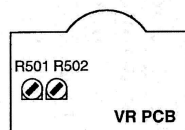

Fig. 2-2
4. Play back the middle portion of the test tape MXT-111 (High Speed)/MTT-111N (Normal Speed), then adjust trimmer resistor R502 (High Speed)/R501 (Normal Speed) (Fig. 2-2) on the VR PCB till a frequency counter reading of 3000 Hz \pm 5 Hz is reached.
4. テスト・テープ MXT-111 (High Speed)、MTT-111N (Normal Speed) の中間部を再生したとき、周波数カウンタの値が3000Hz \pm 5HzになるようにVR PCBの半固定抵抗 R502 (High Speed)、R501 (Normal Speed) を調整する。(図2-2)